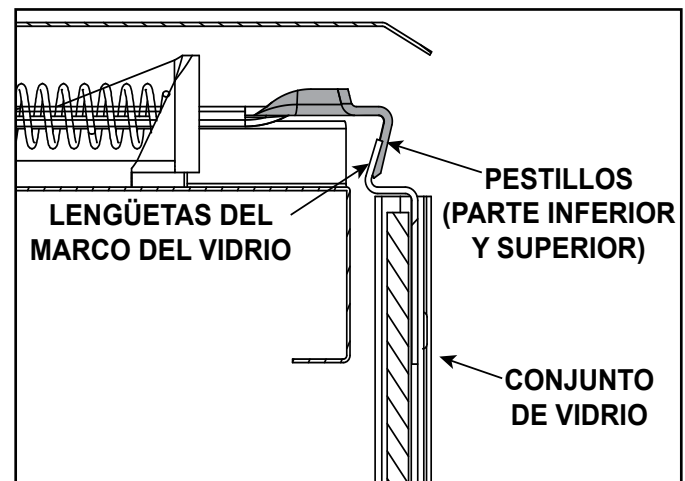

Figura 4.1 Conjunto de vidrio fijo
- Retire los cuatro pestillos del conjunto de vidrio de las lengüetas del marco del vidrio. Retire el conjunto de vidrio del aparato. Consulte la Figura 4.1.